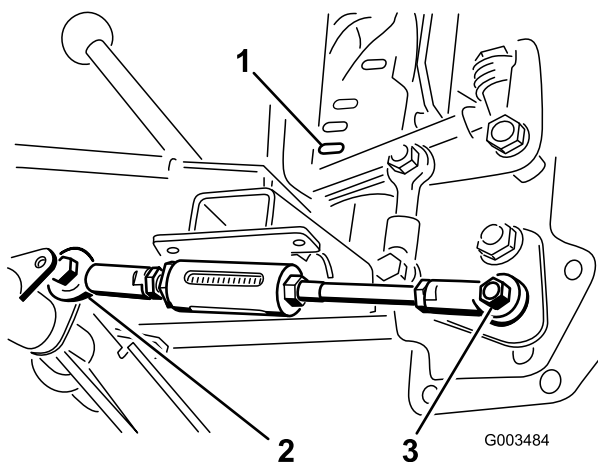

Рисунок 8
6. Двигайте рукоятку подъема, пока отверстие в шаровой опоре не совместится с отверстием на правой стороне рычага регулируемой тяги на шарнирной трубе, и прикрепите тягу к рычагу болтом (1/2 x 1-1/2 дюйма) и контргайкой (1/2 дюйма) как показано на Рисунок 8.